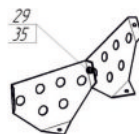

Рис. 16
3.11. Преодолевав усилие пружины (17), оттянуть фиксатор (4) вниз и повернуть ёмкость на удобный угол. Прикрепить лопасти (6) к ёмкости нижней (8) и ёмкости верхней (19), с помощью болтов (22), шайб (13) и гаек (35), при этом, шайбы установить с наружной стороны ёмкостей.
Возможна комплектация бетоносмесителя сборными лопастями (рис. 16). В этом случае необходимо две полу-лопасти скрепить между собой болтом (21) и гайкой (29). После установить в бетоносмеситель по направлению вращения ёмкости (указано на рис. 16 стрелкой) с помощью болтов (22), шайб (13) и гаек (35).